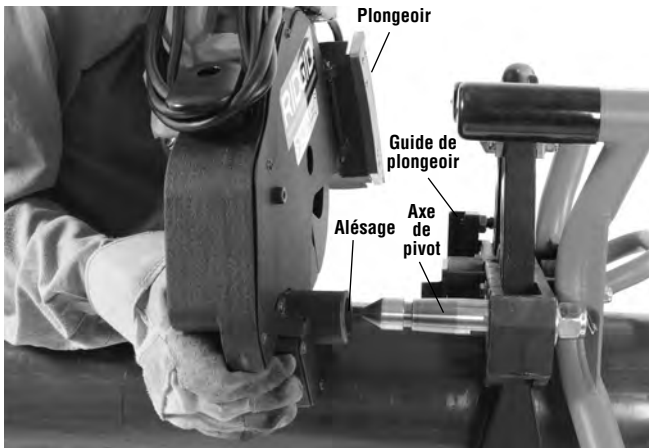

Figure 11 – Alignement de l'axe de pivot
- Prenez la scie à tubes transportable PCS-500 par sa poignée et sa prise de pivot. Alignez l'alésage de l'axe de pivot de la PipeSaw sur l'axe de pivot de la bride avec la platine d'engagement plus haute que son guide (Figure 11).
4. Appuyez sur le verrou de la PipeSaw pour désengager l'axe de pivot et dégager la scie du l'axe (Figure 11).